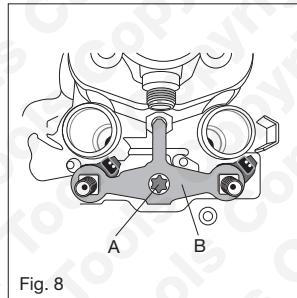

Fig. 8
10. Se référer à la Figure 8 : Installer la bride de retenue **B** sur les injecteurs. Serrer la vis de fixation **A** de quelques filets, uniquement à la main.